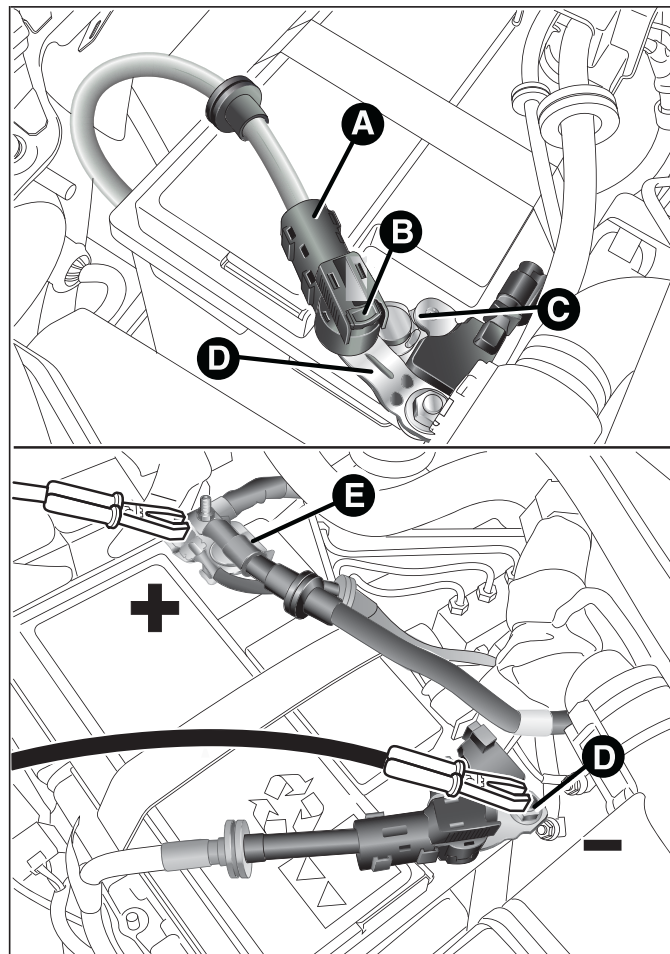

fig. I46
- disconnettere il connettore A fig. I46 (tramite azione sul pulsante B) dal sensore C di monitoraggio dello stato batteria installato sul polo negativo D della batteria stessa;
- dopo aver scollegato l'apparecchio di ricarica, ricollegare il connettore A fig. I46 al sensore C come da figura.